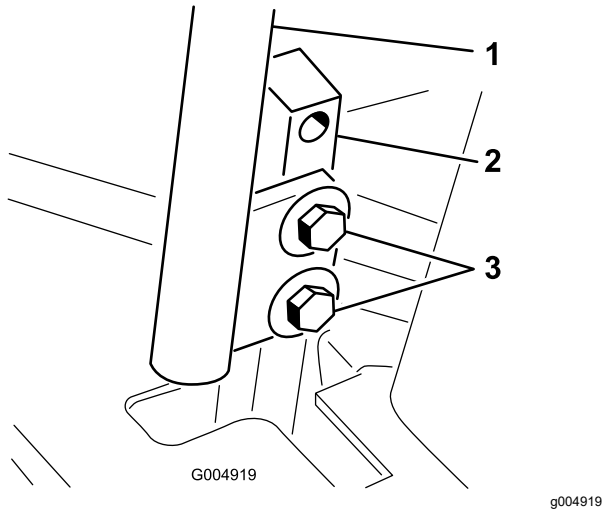

Figura 93
3. Afloje los pernos que sujetan las palancas de control (Figura 93).